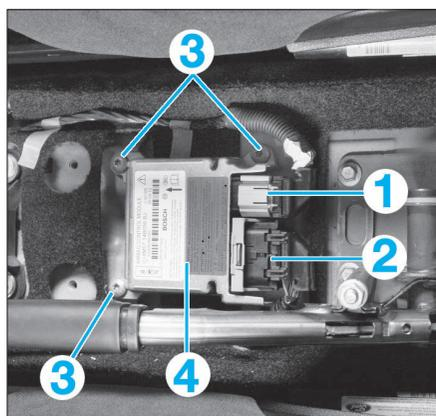

FIG. 16
- Débrancher les connecteurs du calculateur (1) et (2) (Fig.16).
- Déposer les 3 vis (3) de fixation du boîtier (4) puis le boîtier.